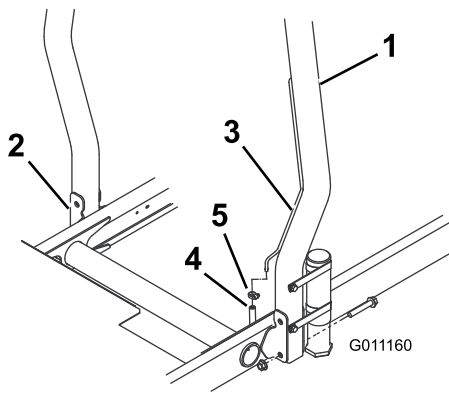

Figura 8
1. Baje la barra antivuelco sobre los soportes de montaje de la unidad de tracción, alineando los orificios de montaje. Asegúrese de que el tubo de ventilación de la barra antivuelco está en el lado izquierdo de la máquina (Figura 8).
- Fije cada lado de la barra antivuelco a los soportes de montaje con 2 pernos con arandela prensada y contratuercas (Figura 8). Apriete las fijaciones a 81 N·m (60 pies-libra).